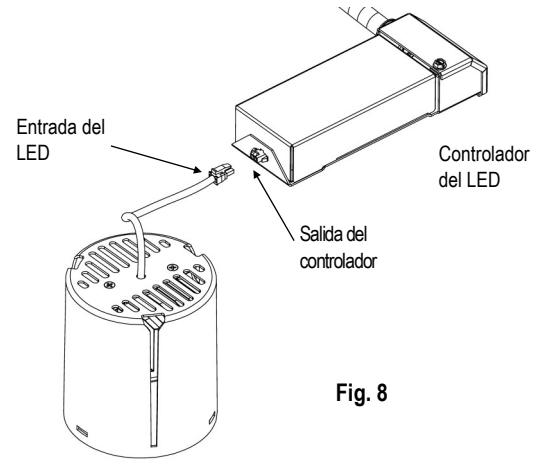

Fig. 8
8. Conecte el enchufe de entrada LED al enchufe de salida del controlador. Asegure la correcta orientación del conector y la polaridad al realizar la conexión. (Fig. 8)